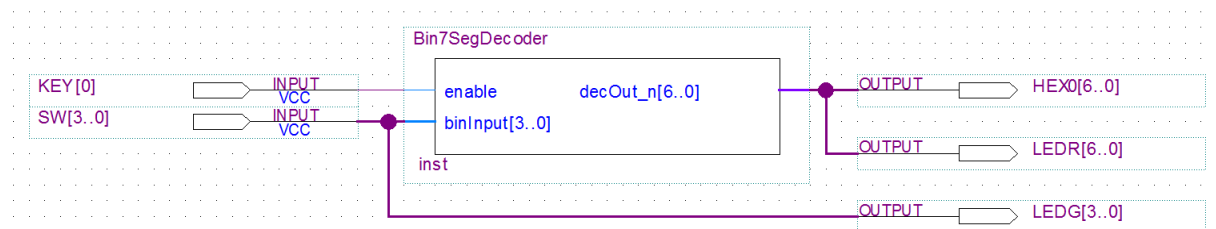

Figura 11 – Instanciação do módulo “Bin7SegDecoder” com *enable* e ligação a pinos da FPGA.
13. Edite o módulo *top-level* do projeto (“DisplayDemo.bdf”) para que a entrada *enable* do descodificador seja controlada por um interruptor do *kit* (e.g. KEY(0) – vide Figura 11). Como a interface do módulo “Bin7SegDecoder.vhd” foi alterada, deverá voltar a instanciá-lo.